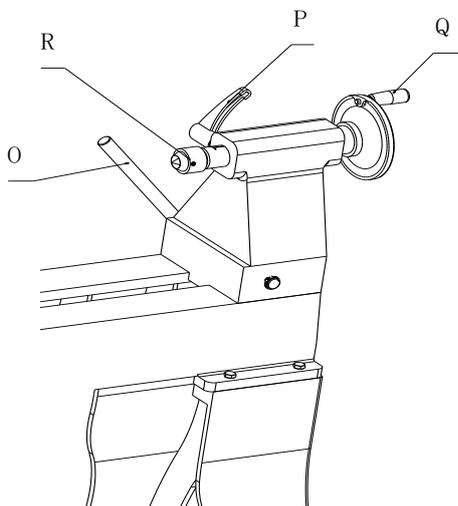

Рис. 7
13. Ручка замка задней бабки: (O, рис. 7) Фиксирует заднюю бабку в нужном положении. Разблокируйте ручку, чтобы расположить опору инструмента в любом месте вдоль станины токарного станка. Затяните ручку, когда она правильно расположена.
14. Ручка замка пера задней бабки: (P, Рис. 7) Зафиксирует вращающийся центр задней бабки в нужном положении. Разблокируйте ручку, чтобы перенастроить центр. Затяните ручку, когда она правильно расположена.
15. Маховик вращающегося центра задней бабки: (Q, рис. 7) Поверните маховик, чтобы расположить центр. Ручка замка вращающегося центра задней бабки должна быть свободна, чтобы удобно расположить цент для работы.
16. Вращающийся центр задней бабки: (R, рис. 7) Используется для поворота между центрами. Конус пиноли МТ-2. Уберите вращающийся центр, втягивая центр до тех пор, пока он не ослабнет. Удалите или добавьте различные наконечники к вращающемуся центру, вставив прилагаемый стержень через отверстия в валу центра. Отвинтите наконечник и измените его по мере необходимости.